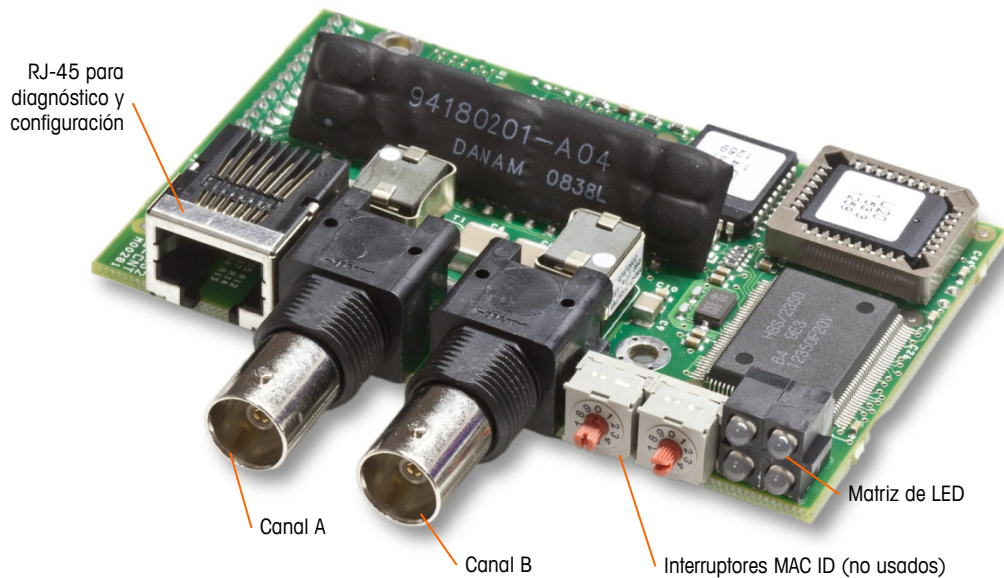
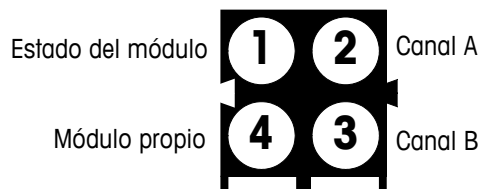

Figura 2-99: Conexiones y componentes del módulo PLC de ControlNet
Figura 2-100: LED indicadores de estado de ControlNet
El módulo PLC de ControlNet (Figura 2-99) se conecta con la red ControlNet a través de dos cables coaxiales. El canal B es redundante con el canal A, y no se utiliza a menos que ControlNet no detecte señal en el canal A. Observe que la dirección de los módulos se establece en software, y los interruptores MAC ID indicados en la Figura 2-99 no se utilizan.
- No enchufe un cable Ethernet en el conector RJ-45 mostrado a la izquierda en la Figura 2-99. Puede ocurrir daño a la IND780.
La Figura 2-100 muestra una matriz de LED indicadoras de estado en la tarjeta ControlNet (vea también la Figura 2-99).